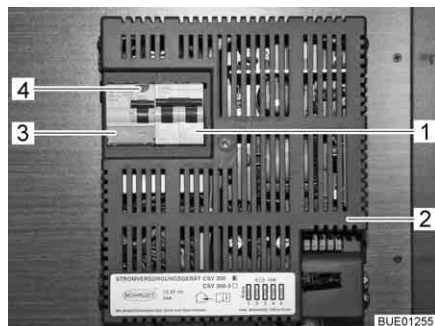

Bild 126 230 V-automatsäkring och FI-brytare (CSV 300)
En jordfelsbrytare (FI-brytare) (Bild 126,3) i strömaggregatet CSV 300 (Bild 126,2) skyddar hela fordonet mot läckström (0,03 A).
En senare inkopplad tvåpolig ledningsskydds brytare (Bild 126,1) i strömaggregatet säkrar 230 V-nätet.
- När fordonet är anslutet till 230 V-försörjningen: Tryck på kontrollknappen (Bild 126,4). Jordfelsbrytaren (FI) måste lösa ut.